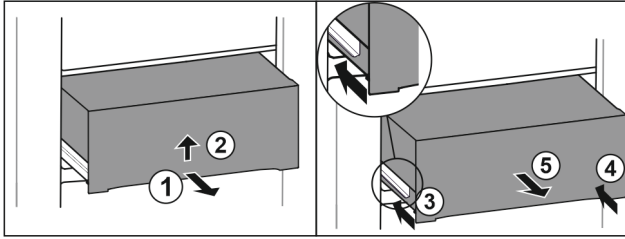

Fig. 64
- ▶ Вытяните выдвижной ящик наполовину. Fig. 64 (1)
- ▶ Поднимите выдвижной ящик за нижнюю часть. Fig. 64 (2)
- ▶ Вставьте левую направляющую. Fig. 64 (3)
- ▶ Вставьте правую направляющую. Fig. 64 (4)
- ▶ Извлеките выдвижной ящик движением вперед. Fig. 64 (5)